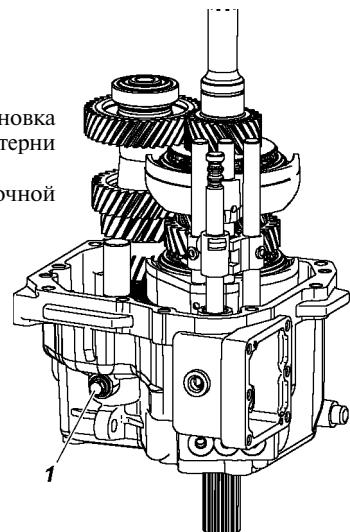

Рис. 6.11. Снятие и установка оси промежуточной шестерни заднего хода:
10. Отверните болт 1 (рис. 6.11) оси промежуточной шестерни заднего хода на заднем картере коробки передач и снимите ось.